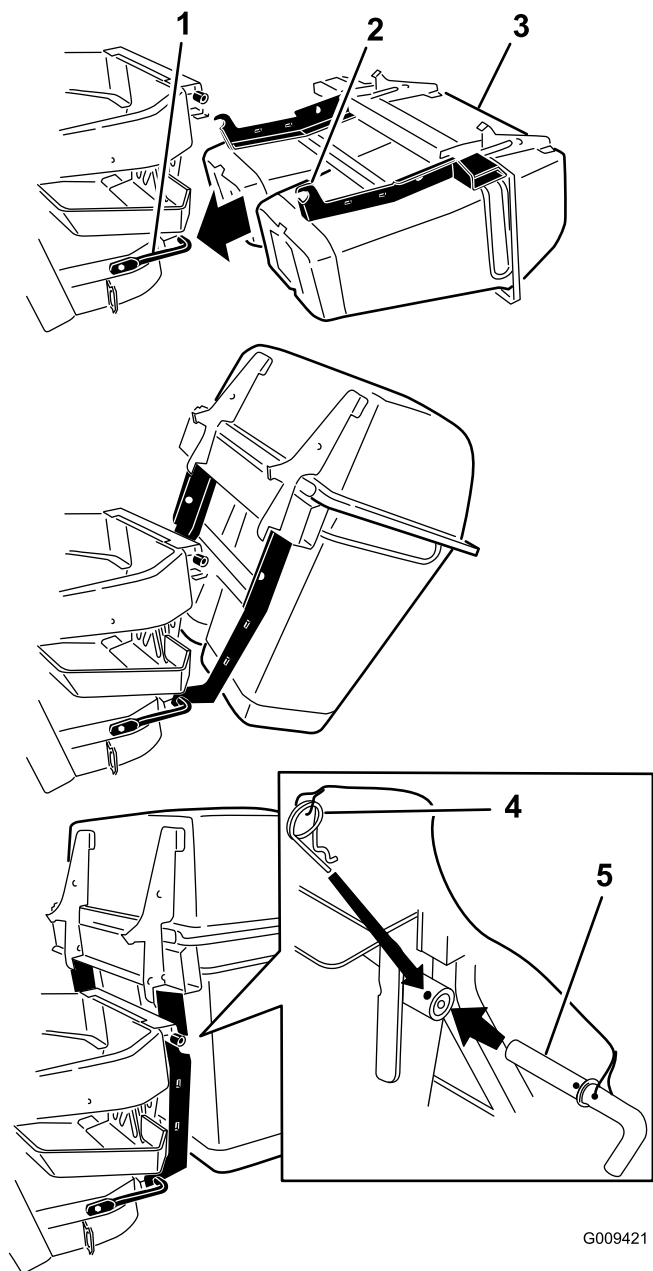

Figura 7
2. Infilate i ganci sulla staffa di fissaggio inferiore (Figura 7).
3. Ruotate il gruppo cofano verso l'alto sulla staffa di fissaggio inferiore del sistema di raccolta (Figura 7).
4. Allineate il foro nell'insacchitrice con la staffa di fissaggio superiore (Figura 7).
5. Installate il perno e fissatelo con la coppiglia su entrambi i lati (Figura 7).